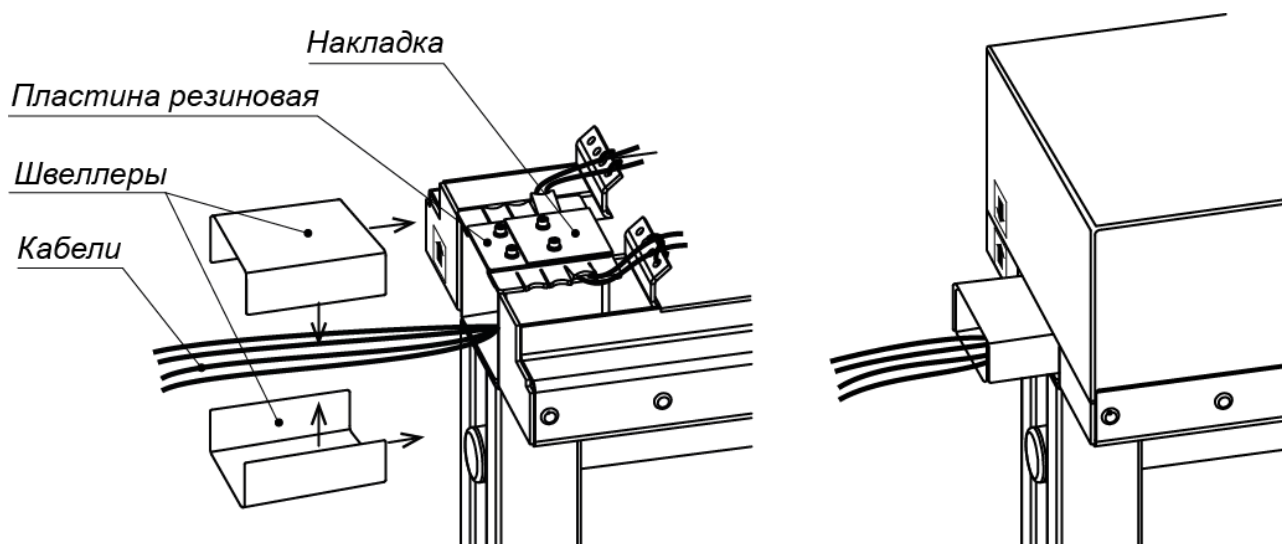

Рисунок 21. Прокладка кабелей между двумя турникетами
21. Для верхней прокладки кабелей между двумя турникетами, стоящими вплотную друг к другу, используются швеллеры из комплекта поставки (см. рис. 21). При установке швеллеров предварительно нужно снять вставки защитные. Швеллер большего размера должен быть сверху.